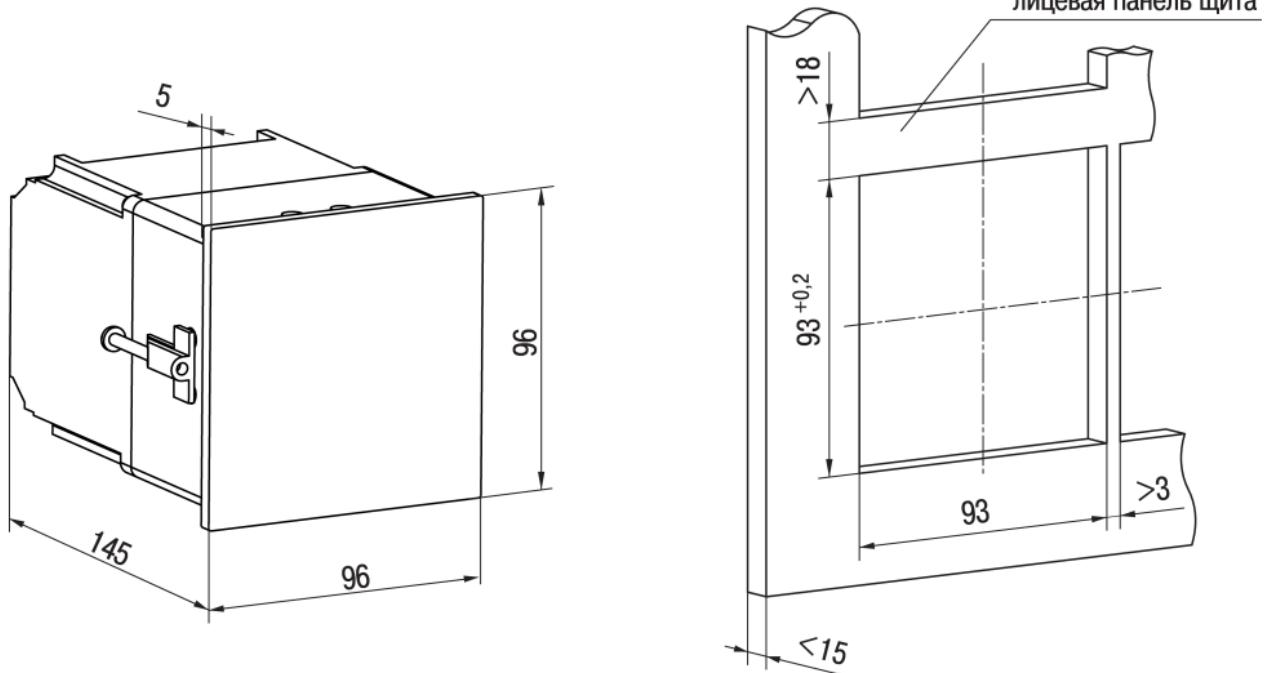

Рисунок 4.2 – Габаритный чертеж корпуса Щ4
1. Подготовить на щите управления место для установки прибора (см. рисунок 4.2).